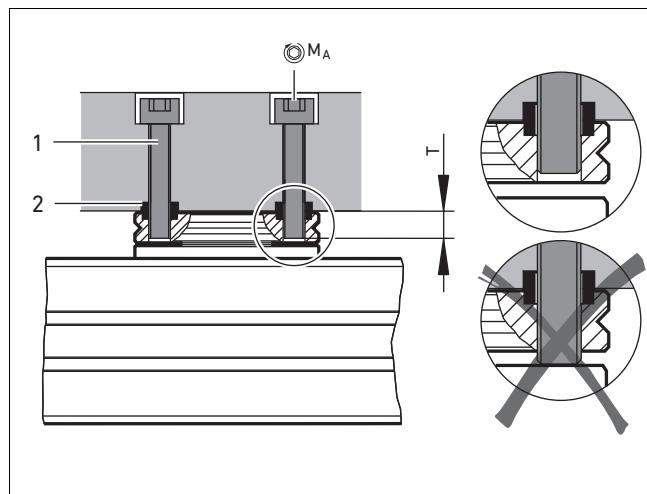

Fig. 8: Fixation de la charge utile sur la bride rotative
- ▶ Fixer la charge utile avec au moins deux vis et douilles de centrage sur la bride rotative (voir Fig. 8).